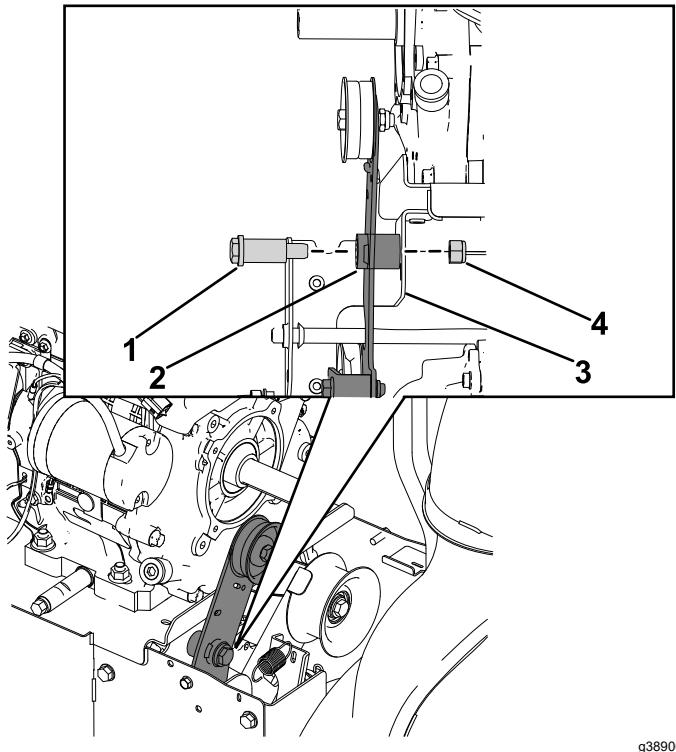

Figura 19
5. Instale el conjunto del brazo del embrague de tracción en el soporte del embrague de freno y fíjelo con el perno de cuello largo (7/16" x 1 3/4") y la contratuerca (7/16") nuevos (Figura 19).